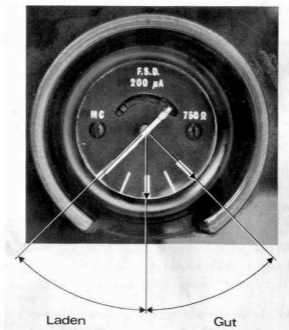

Fig 28: Kontrolle Ladezustand der Akkumulatoren
- f. Sprechstaste 20 Sekunden drücken: Zeiger des Instruments darf nicht unter halben Ausschlag sinken (siehe Fig 28).